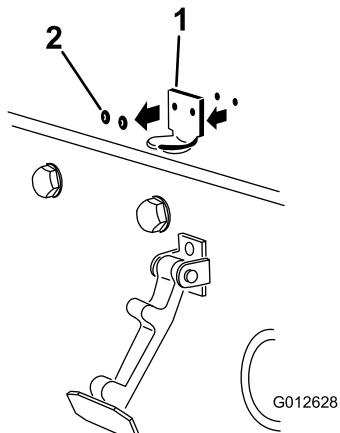

Figura 12
2. Retire os (2) rebites que prendem o suporte do trinco do capot ao capot (Figura 12). Retire o suporte do trinco do capot do capot.